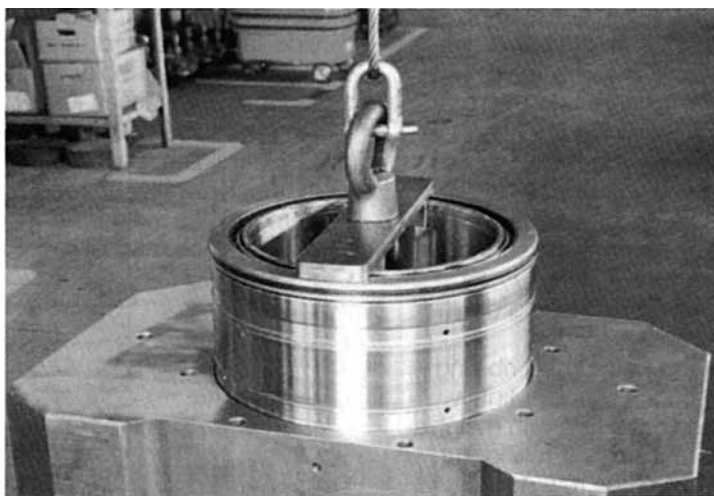

Рис. 3.18
- (1) Положите распорку на ровную горизонтальную поверхность так, чтобы ось распорки была вертикальна. Очистите отверстие распорки и нанесите на его поверхность пластичную смазку тонким слоем.
- (2) На торцевую поверхность распорки нанесите метку, соответствующую номеру 1 положения нагрузки.
- (3) Воспользуйтесь подходящим подъемным оборудованием, как показано на **рис. 3.18** и **3.19**, для того, чтобы извлечь подшипник из деревянного ящика, установки внутреннего кольца подшипника и сборки подшипника в распорке.
- (4) Перед тем, как приступить к сборке, убедитесь в том, что манжета и уплотнительное кольцо чистые.
- (5) Если в процессе сборки подшипник перекосит, то откорректируйте его положение, слегка стукнув по нему латунным стержнем. Имейте в виду, что удар нельзя наносить непосредственно по подшипнику.